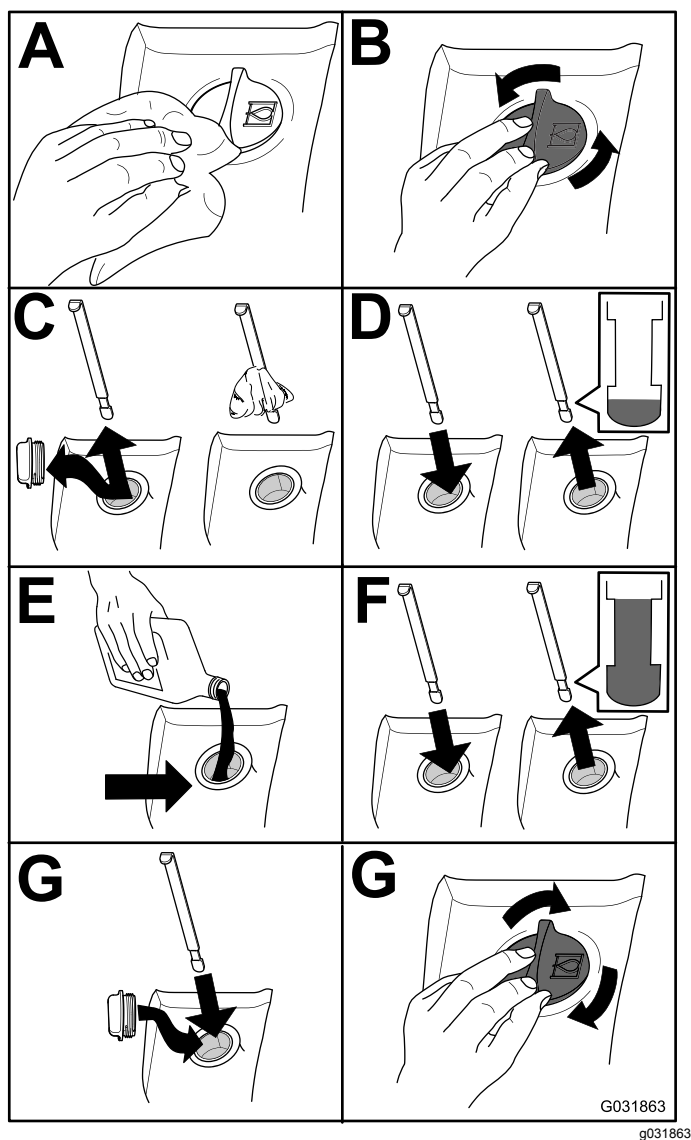

Figure 116
- Contrôlez le niveau du liquide hydraulique (Figure 116).